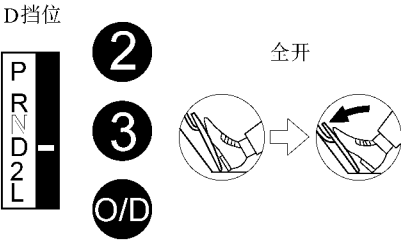

图 11-29 检查挂低挡时是否有异常冲击和打滑
(5) 检查挂低挡时，是否有异常冲击和打滑，如图 11-29 所示。